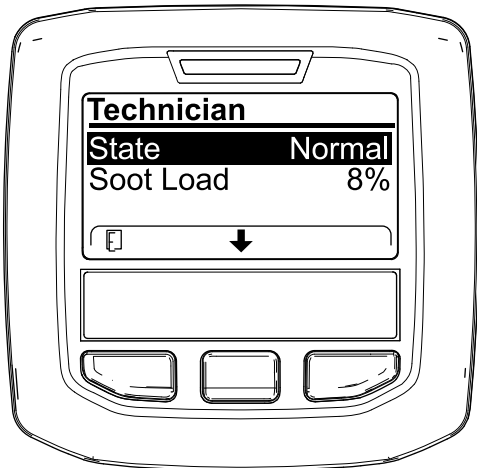

Figura 42
- Utilize a tabela de funcionamento do DPF para compreender o estado atual do funcionamento do DPF (Figura 42).